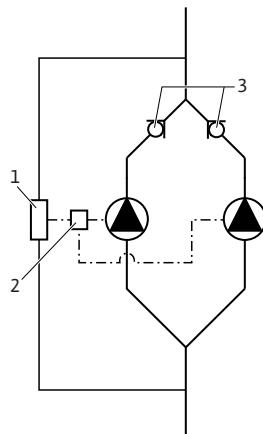

Fig. 19: Instalación de tubería en Y
Si dos bombas simples instaladas en tubería en Y han de ser alimentadas por un sensor de presión diferencial (Fig. 19, pos. 1), es necesario utilizar un divisor DDG (Fig. 19, pos. 2).
El sensor de presión diferencial (Fig. 19, pos. 1) debe estar conectado delante y detrás de las clavetas antirretorno colocadas en la construcción en tubería en Y (Fig. 19, pos. 3).